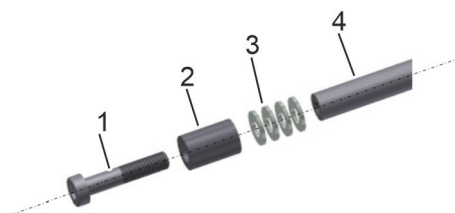

Fig. 13 : tige de mesure
- 1.** Visser les rondelles 5,3 mm (Fig. 13 /3) et la bague d'écartement (Fig. 13 /2) sur la tige de mesure (Fig. 13 /4) avec la vis M5 (4 mm) (Fig. 13 /1). Couple de serrage 8 Nm. Ce faisant, maintenir la tige de mesure avec la clé à fourche de 6 mm.